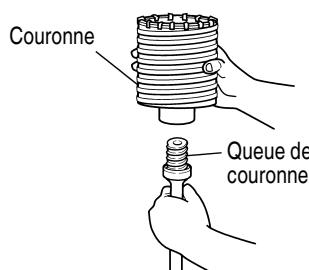

Fig. 12
- (1) Monter la couronne sur la queue de couronne. (Fig. 12) Graisser le filetage da la queue de couronne afin de faciliter le démontage.